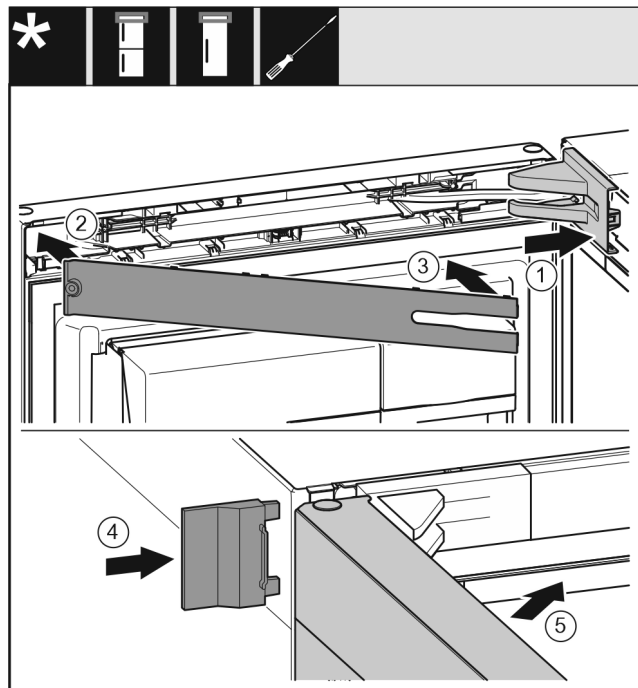

Fig. 51
- ▶ 放上并插入托架盖，如有必要小心地按压分开。 Fig. 51 (1)
- ▶ 盖上隔板。 Fig. 51 (2)
- ▶ 转入隔板并卡入到位。 Fig. 51 (3)
- ▶ 插入外盖。 Fig. 51 (4)
- ▶ 关闭冰箱上方门。 Fig. 51 (5)